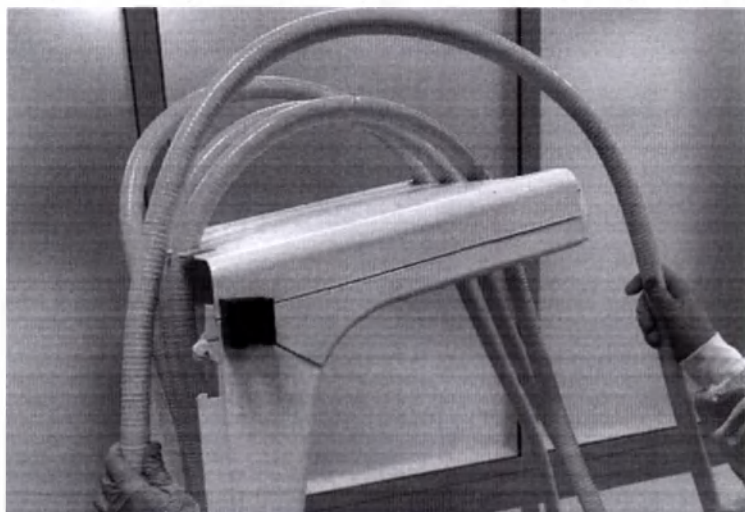

Рис.8.7 – Установка манипулы в корпус Прибора
8.4.2. Проденьте шланг манипулы через верхнюю часть Прибора как показано на рис.8.7.